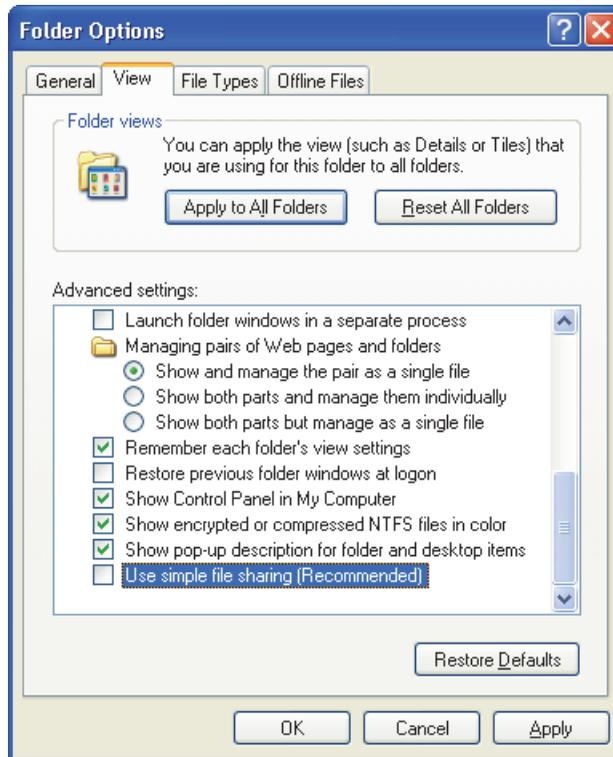

Abbildung 7-14 Dialogfeld Ordneroptionen (Windows XP)
- c) Klicken Sie im Dialogfeld **Ordneroptionen** auf das Register **Ansicht** (siehe Abbildung 7-14 auf Seite 228).